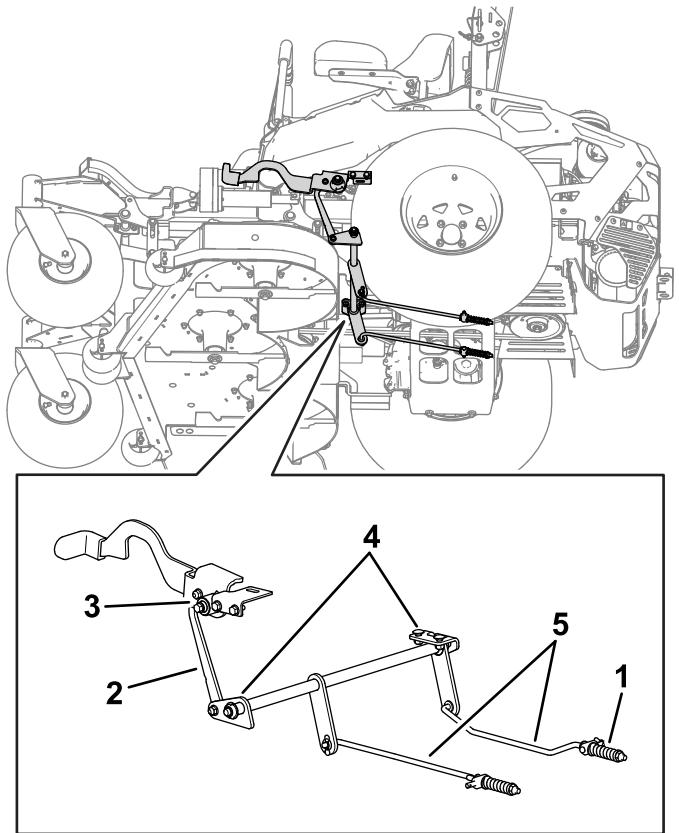

Bild 60
7. Falls eine Einstellung erforderlich ist, lösen Sie die Feststellbremse. Prüfen Sie alle Komponenten des Feststellbremsgestänges auf Verschleiß. Ersetzen Sie verschlissene Bauteile (Bild 60) und wiederholen Sie Schritt 6.